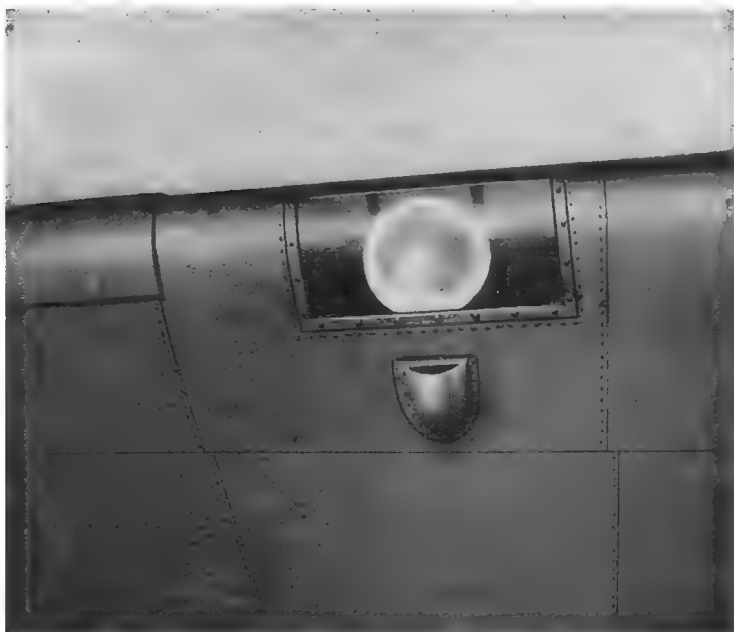

Fig. 84
**Impianto luce** — che comprende il quadretto di distribuzione luce da 1000 candele e le varie linee che attraverso il quadretto servono per l'illuminazione esterna e interna. La prima comprende i fanali di via, di formazione, di segnalazione lancio e di atterramento; questi sistemati fuori dal disco dell'elica sul bordo d'entrata dell'ala (fig. 84 ) e il faro di segnalazione sistemato sull'esterno fusoliera sotto il posto di pilotaggio e comandato da un pulsante sistemato sulla piantana.